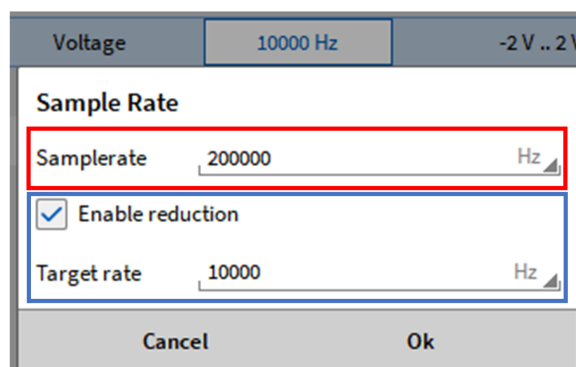

Abb. 7.34: Individuelle Kanal-Samplerate; Einstellungen
Dieses Kapitel erklärt das Arbeitsprinzip hinter der individuellen Kanal-Samplerate. Die Samples werden physikalisch mit der definierten Abtastrate abgetastet (rot markiert in Abb. 7.34). Wenn eine Reduktion aktiviert ist, kann eine Ziel-Samplerate vom Benutzer ausgewählt werden (blau markiert in Abb. 7.34), welche im Hintergrund in einen ganzzahligen Teiler konvertiert wird und nicht benötigte Samples werden übersprungen.
This chapter shortly explains the working principle behind the channel-wise sample rate selector. The samples are physically sampled with the set sample rate, which is defined in the channel list (red box in Abb. 7.34). If the reduction is enabled the user can set a reduced sample rate (blue box in Abb. 7.34) which is converted to an integer divider in the background and unnecessary samples are skipped
- Durch Klicken auf den + Button kann ein Punkt mit x- und y-Wert hinzugefügt werden (siehe Abb. 7.34)